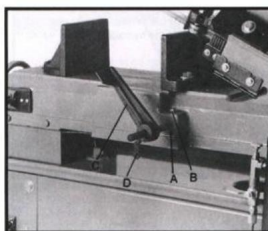

Fig. 1
4. Faites glisser la barre d'arrêt du matériau (A, Fig. 1) dans la base et fixez-la en serrant